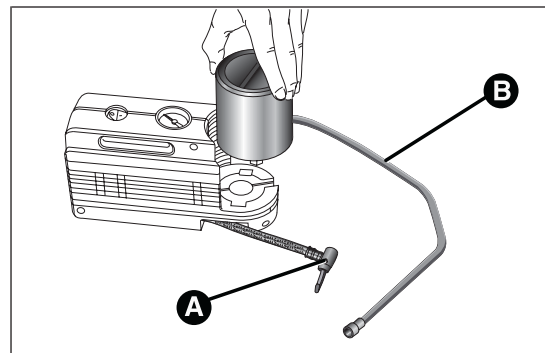

fig. 157
- ☐ disinserire l'innesto A fig. 157;